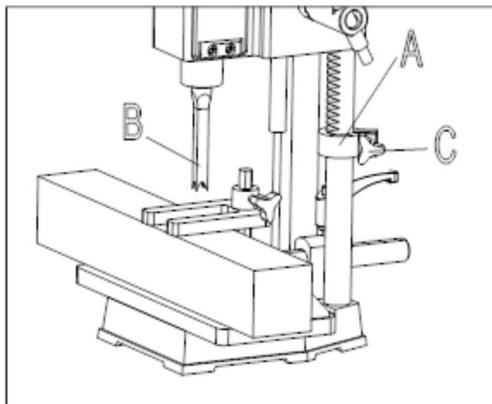

Fig. 11
Un guide de butée de profondeur (A) Fig. 11, est fourni pour limiter la profondeur du ciseau (B). Pour régler le guide de butée de profondeur (A), desserrez la vis (C) et abaissez la tête jusqu'à ce que le ciseau (B) soit à la profondeur souhaitée. Abaissez le guide de butée de profondeur (A) jusqu'à ce que